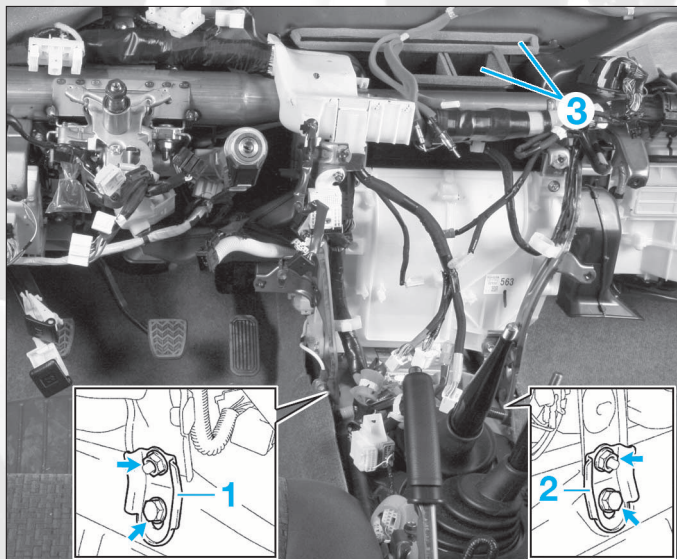

FIG. 12
- Déposer les supports de fixation (1 et 2) (**fig. 12**).
- Déposer les ouïes (3) (fig. 12).